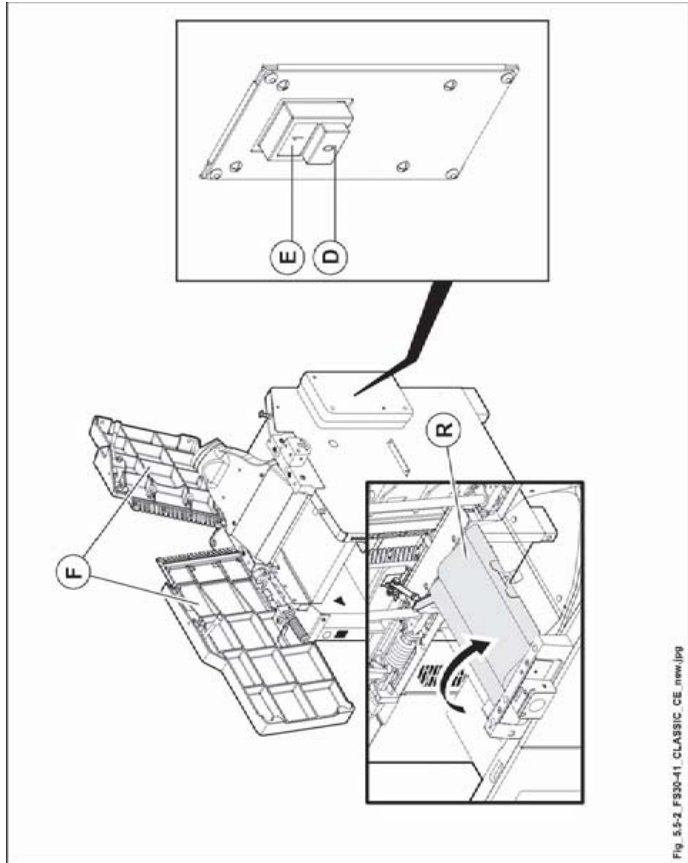

Abb. 5.5-2
- Sich vergewissern, dass die Abrichtische (F Abb. 5.5-2) geöffnet sind.
- Sich vergewissern, dass das Späneleitblech (R Abb. 5.5-2) geschlossen ist.
- Taste (E Abb. 5.5-2) drücken.
- Die Taste (D Abb. 5.5-2) drücken.